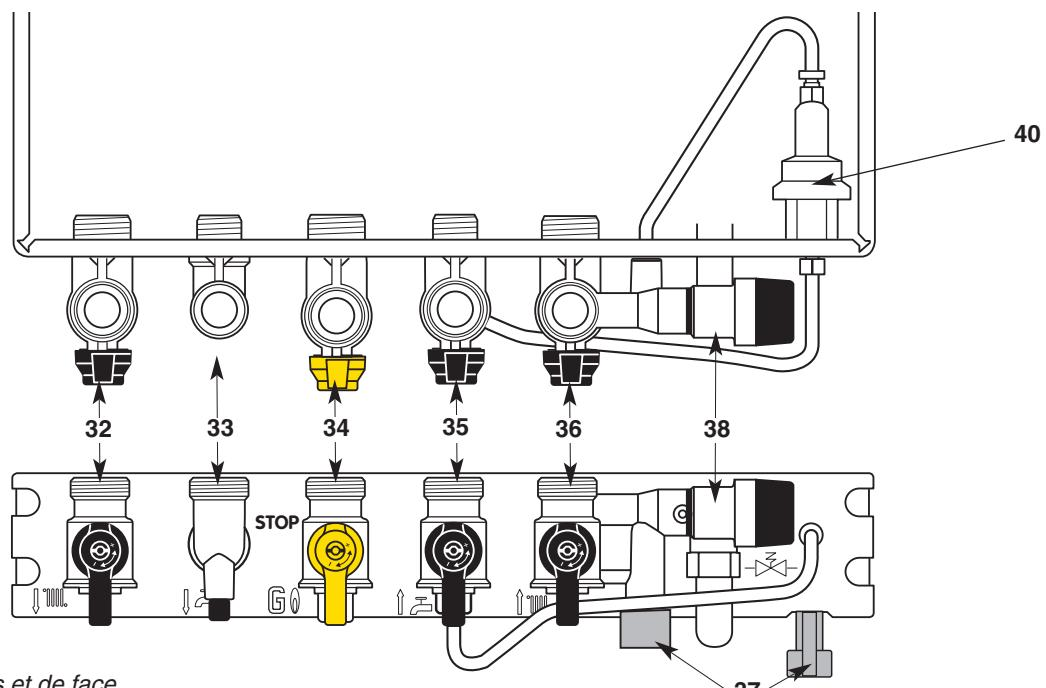

Fig. 23 - Vues de dessus et de face
Barrette robinetterie (fig. 23)
- Ouvrez le robinet d'arrivée de gaz **34** (fig. 23), sur la position .
Dans certains cas d'installation, il est possible qu'il se produise, après puisage d'eau chaude, un léger réchauffement de la canalisation (et éventuellement d'un radiateur). Pour l'éviter, il suffit de fermer le robinet départ chauffage **32** (fig. 23).
- Coupez l'arrivée du gaz en tournant le robinet **34** (fig. 23), sur la position STOP.